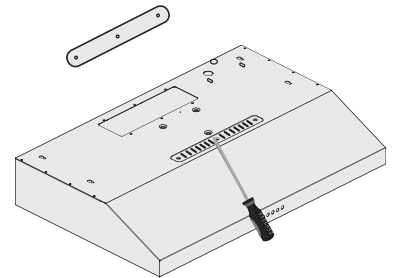

Figure 4
- Enlever le panneau d'acier du haut de la hotte et remplacer avec la plaque de ventilation (Voir figure 4).